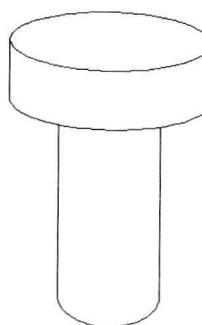

图 5-1-11
(1) 打开素材文件“5-1-2.dwg”，如图 5-1-11 所示。